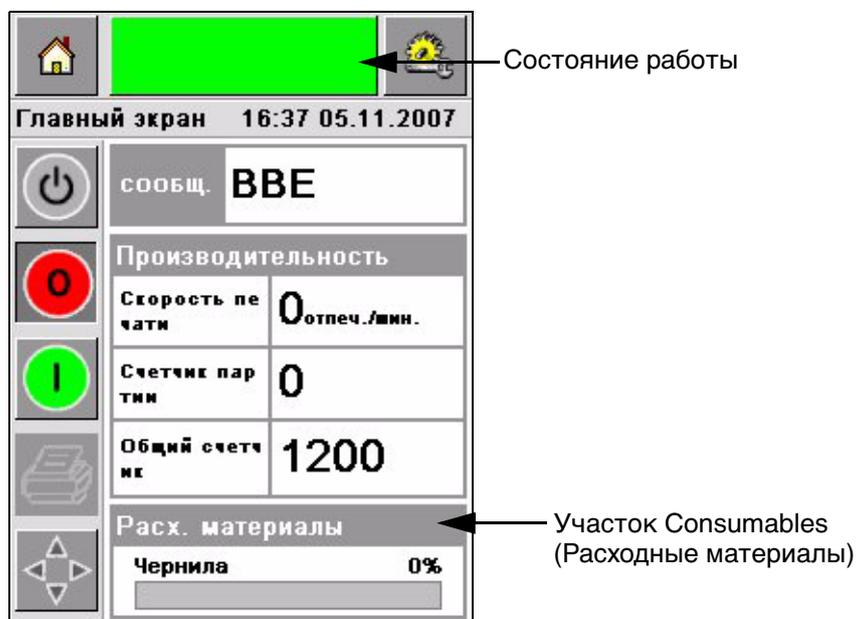
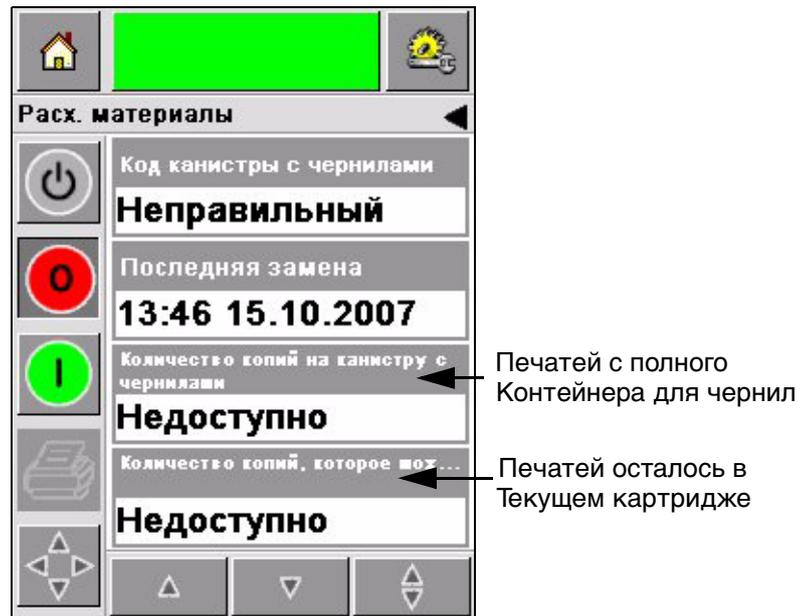

Рисунок 4-14: Участок Consumables (Расходные материалы) - Работа
Рисунок 4-15: Количество печатаей
- 1 Коснитесь *Расходные материалы* на экране Домашней страницы во время статуса *Работает* (Рисунок 4-14). Экран *Расходные материалы*, который показывает число печатей, (Рисунок 4-15 на странице 4-13) появится.